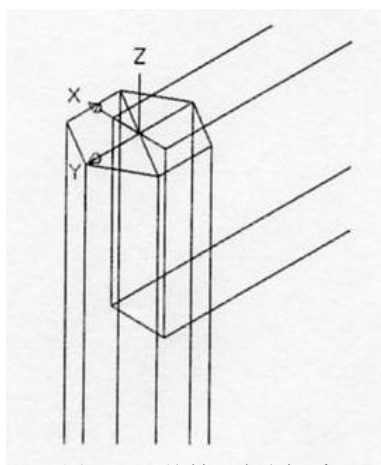

图 10-35 旋转用户坐标系
9、按 Enter 键, 新的用户坐标系如图 10-35 所示。单击【长方体】按钮, 命令行提示如下。